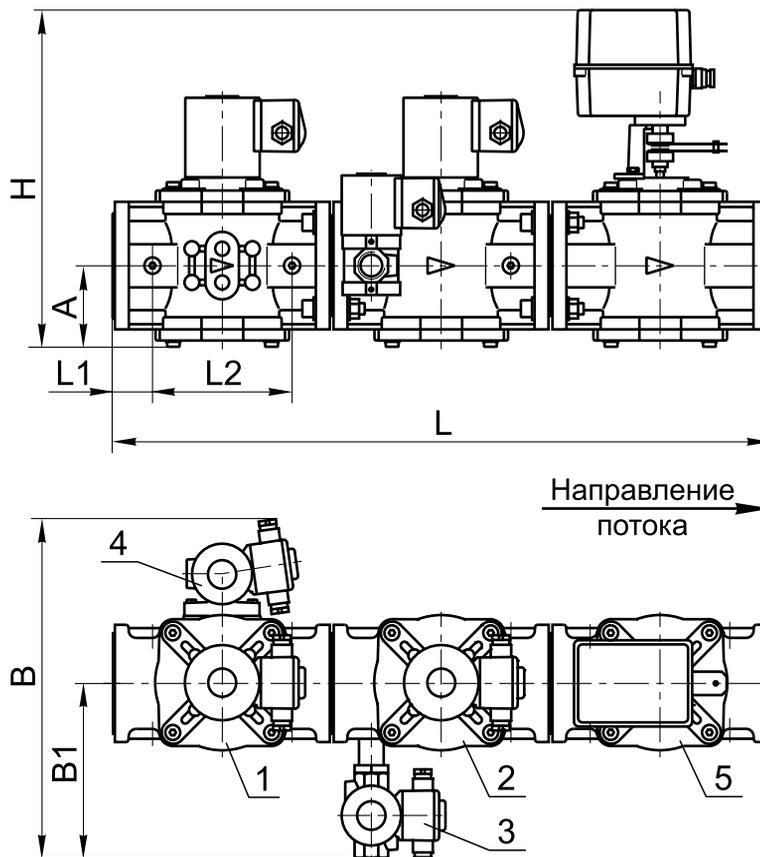

Рис. 11-94
Блок (рис. 11-94, 11-95) состоит из следующих основных узлов и деталей:
- справа по ходу газа (рис. 11-94);